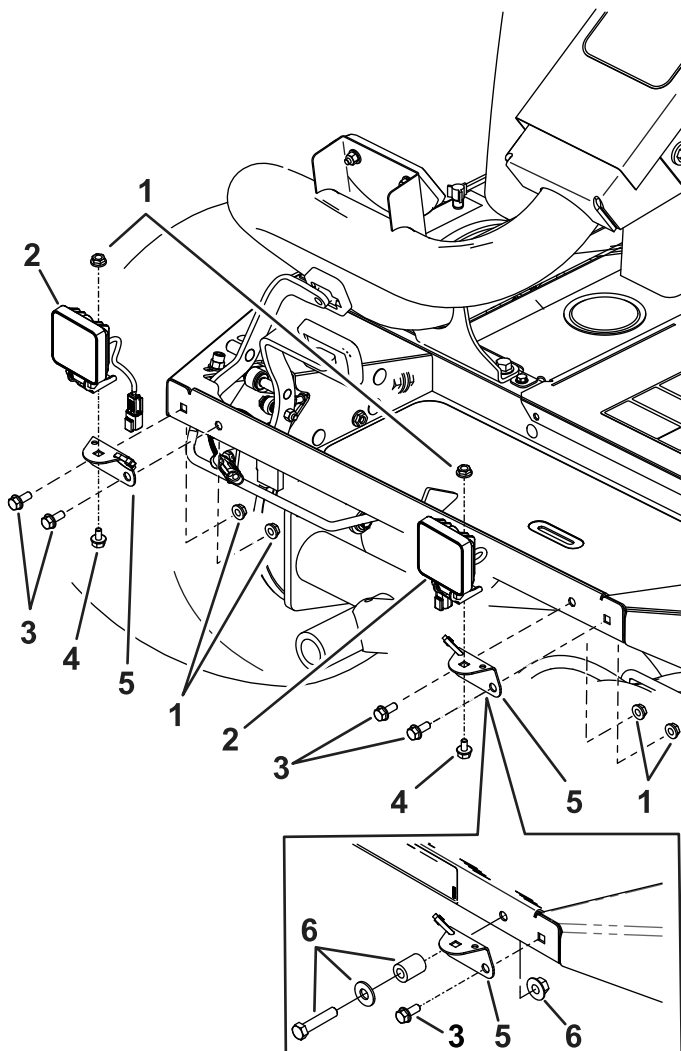

Figure 4
1. Sur la Reelmaster 3100, montez les supports des phares à l'avant du repose-pied à l'aide de 4 boulons à embase hexagonale (5/16" x 3/4") et de 4 contre-écrous (5/16") ; voir Figure 4.
2. Sur la Groundsmaster 3500, montez les supports des phares à l'avant du repose-pied à l'aide de 2 boulons à embase hexagonale (5/16" x 3/4"), de 2 contre-écrous (5/16"), ainsi que des fixations existantes et d'une rondelle ; voir Figure 4
3. Fixez les 2 phares sur leurs supports à l'aide de 2 boulons (5/16" x 1/2") et 2 contre-écrous (5/16") ; voir Figure 4.